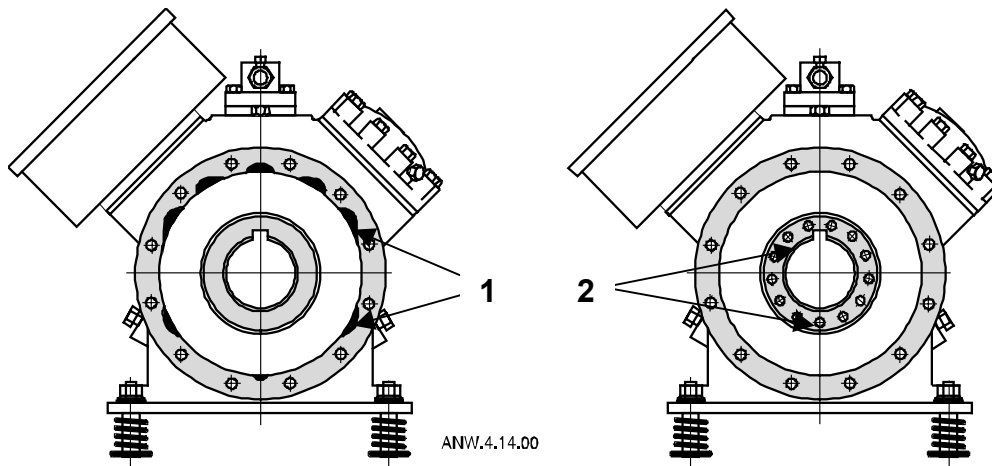

Fig.30 Vue du moteur d'un compresseur avec chambre d'aspiration ôtée
Les compresseurs D4S et D6S sont équipés de corps à by-pass (voir figure 30). Le gaz aspiré passe par des canaux aménagés dans la fonderie autour du stator (1) et non, comme dans le passé, à travers des trous dans le rotor (2). Par conséquent les pertes de charges sont réduites et l'efficacité est augmentée.